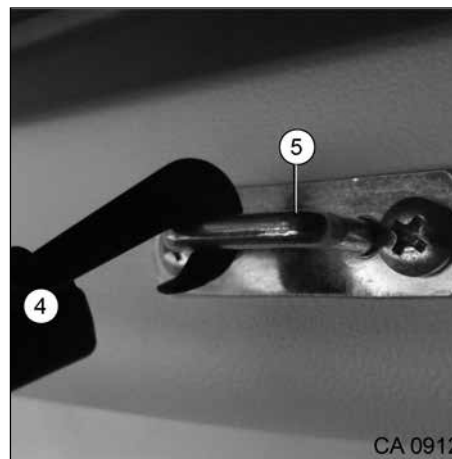

Fig. 24 Crochet et œillet de fixation
3. Soulever le cadre de lit divisé (Fig. 22 et Fig. 23, pos. 3) et le relever des deux côtés à gauche et à droite. Fixer le ruban de fixation avec un crochet (Fig. 24, pos. 4) sous le rangement de pavillon dans l'œillet de fixation (Fig. 24, pos. 5).